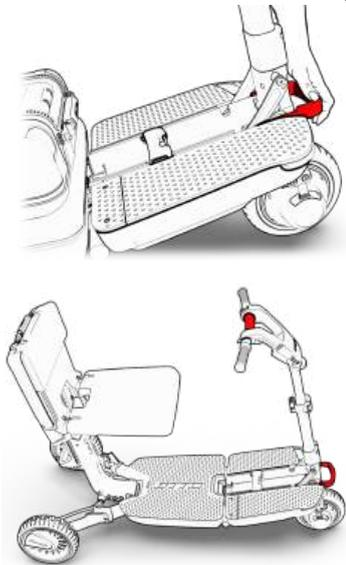

Figura 41
5. Utilizzare una mano per mantenere l'asta in posizione verticale e con l'altra rilasciare la leva anteriore (vedere Figura 41, passaggio 1). Nel caso in cui la leva anteriore richieda una quantità significativa di forza per funzionare, applicare una pressione orizzontale sull'impugnatura principale verso la parte anteriore dell'ATTO (vedere Figura 41, fase 2). Questo rilascerà la pressione sulla leva anteriore e ne faciliterà l'apertura.